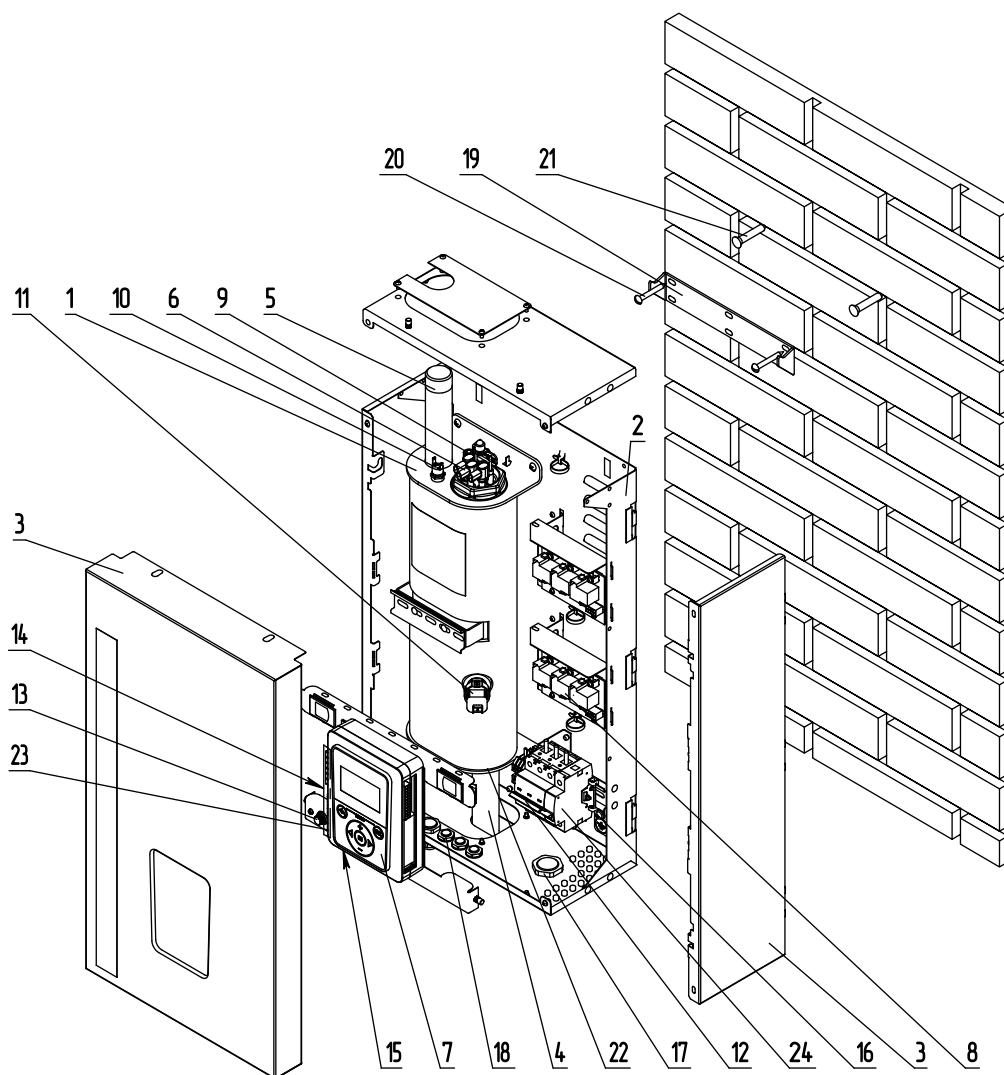

Рис.1 Устройство электрического котла GTM CLASSIC E250 4,5-24 кВт
Закрепите настенный кронштейн на вертикальной поверхности в необходимом месте с помощью шурупов, входящих в комплект, и установите на него котел, как показано на **рис.1, 2, 3**.
- присоединить рабочий нулевой провод на клемму нейтраль (N) котла;
- защитный нулевой провод (РЕ) подключить на болт «ЗАЗЕМЛЕНИЕ» (**рис.1, 2, 3 поз.16**);
- включить вводной автомат (**рис.1, 2, 3 поз.12**) вместе с дистанционным расцепителем в верхнее положение;